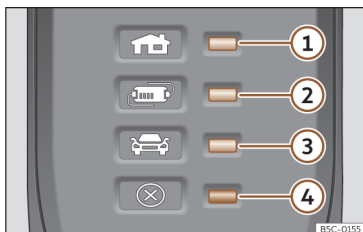

Fig. 80 No cabo de carregamento para tomadas de corrente: Luzes de controlo do dispositivo de proteção.
>>> **Fig. 80:**
>>> **Fig. 80** faz com que o conector de carregamento permaneça sem corrente até se ligar na tomada de carregamento do veículo.
Uma ou várias luzes de controlo >>> **Fig. 80**
Indicação >>> Fig. 80	Significado
①, ④ piscam	O conector para a habitação aqueceu muito.
②, ④ piscam	O dispositivo de proteção foi aqueceu muito.
Se o processo de carregamento continuar com uma corrente inferior, além do indicador de funcionamento, pisca a luz de advertência >>> Fig. 80 ④ a vermelho.
- Se voltar a ocorrer um desligamento ou redução da corrente de carregamento e a causa não parece ser a exposição a uma fonte de calor externa, observe que luz de controlo verde pisca >>> Fig. 80. Para a verificação do cabo de carregamento, dirija-se a um concessionário especializado CUPRA ou a qualquer concessionário da rede SEAT. Para a verificação da ligação da infraestrutura, dirija-se a um estabelecimento especializado em instalações elétricas.
Se a luz de advertência ④ vermelha piscar ou acender sem que se acenda por sua vez de forma permanente uma luz de controlo >>> Fig. 80 ①, ② ou ③ o indicador de funcionamento, há uma avaria.